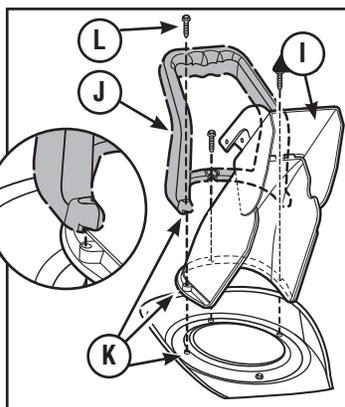

Figure 7
1. Insérer la poignée de rotation (I, Figure 7) sur l'ensemble de la goulotte (J) dans les trois trous correspondants (K). Positionner les enclaves du siège en place, Voir l'encadré Figure 7.